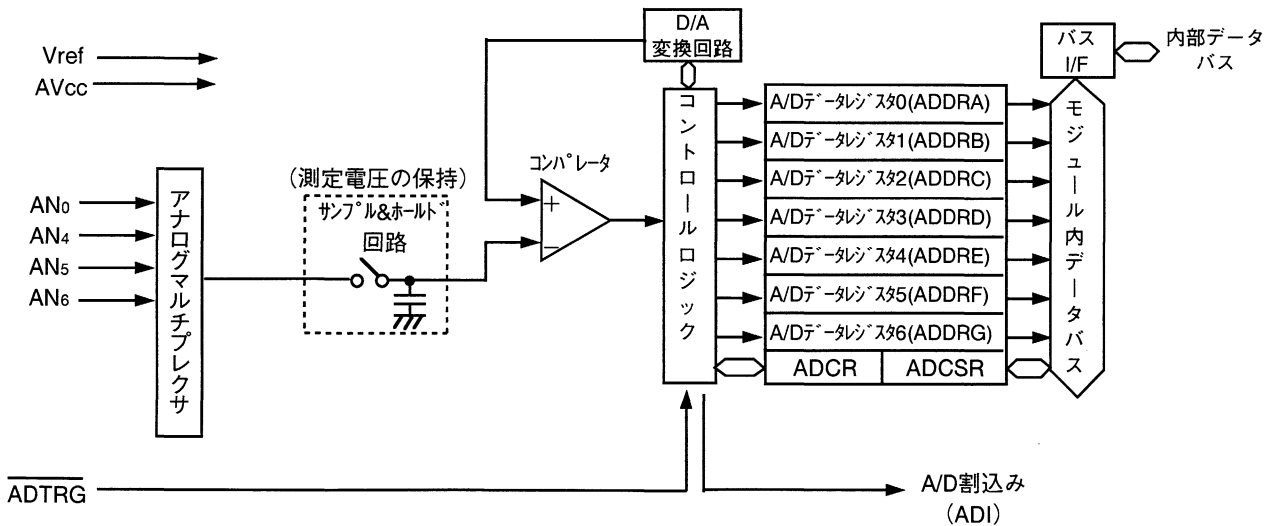

図2 A/D変換器ブロック図
- (1) 図2に4チャンネルA/D変換のブロック図を示します。本タスク例ではA/D変換器の以下に示す機能を使用します。